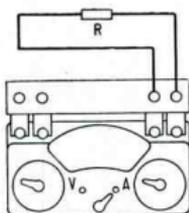

Bild 21
5. a) **Meßobjekte von 0...500 Ohm** sind an die beiden rechten Klemmen des Ohm-Zusatzes anzuschließen. Der Meßpfadschalter ist auf „A“ zu stellen (Bild 21). Wird die Taste gedrückt, schlägt der Zeiger aus; der Ausschlag  $\alpha$  ist an der schwarzen Skala abzulesen. Der Ohmwert des Widerstandes kann entweder an der Leiter